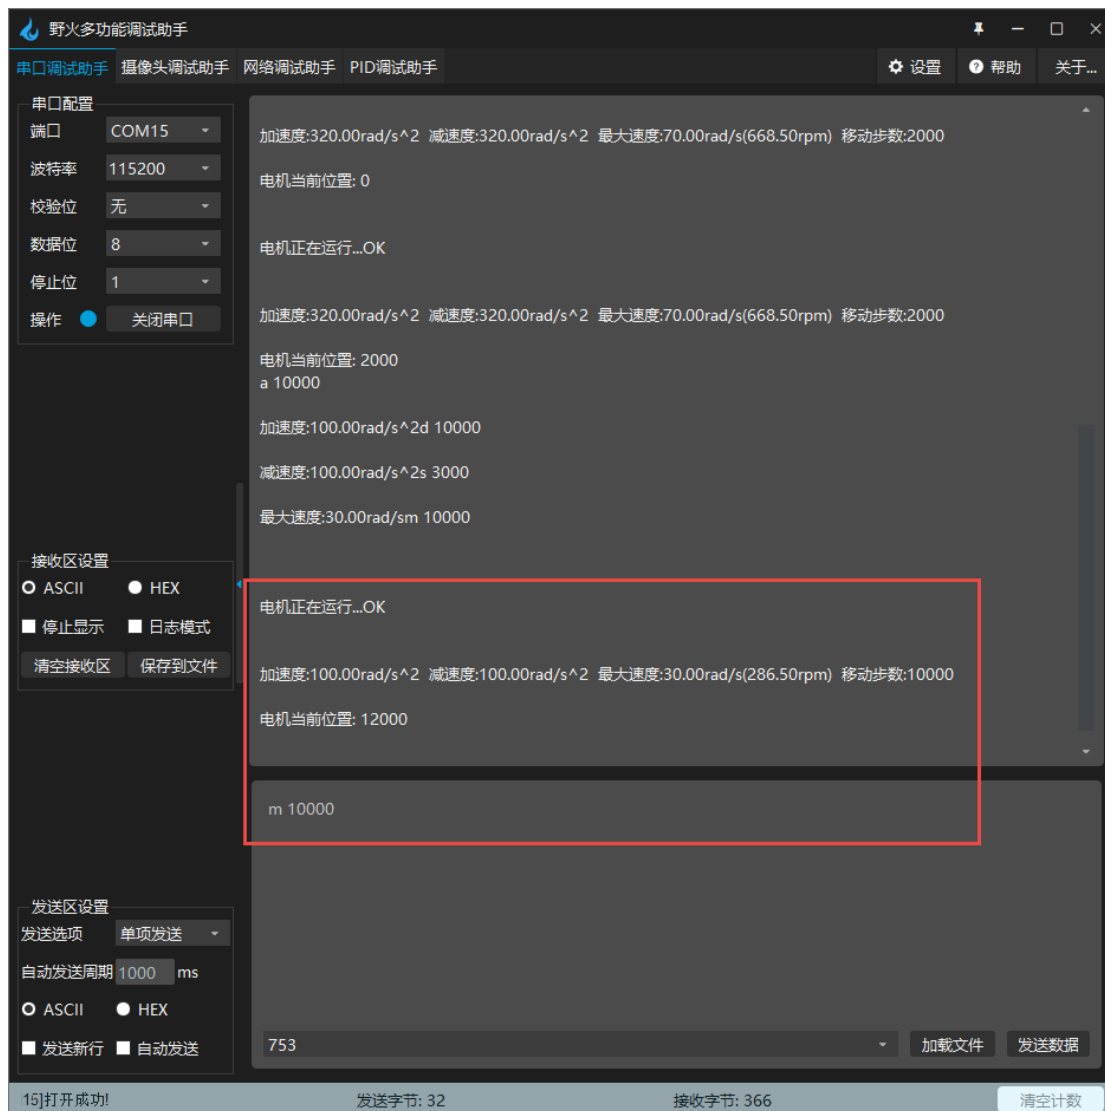

图 2-11 串口终端打印移动固定步数信息
- m: 移动固定步数，步数如果是正数就顺时针旋转，如果是负数就逆时针旋转，例如我们需要移动 10000 步，在串口中断输入栏下输入“m 10000”+回车键然后按发送，开发板收到指令后，串口会打印对应的加减速速度，最大速度、移动步数及电机当前位置，见图 2-11。